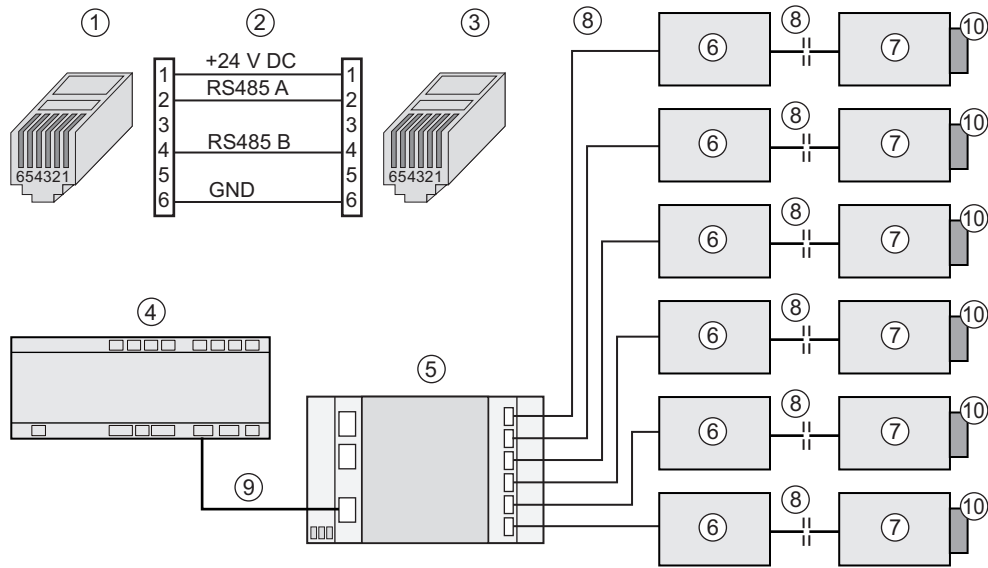

Abb. 41: 6-fach RS485-Hub
- Nach dem letzten Wechselrichter den RS485-Bus mit Widerstand 120 Ω terminieren (Abb. 41/9)